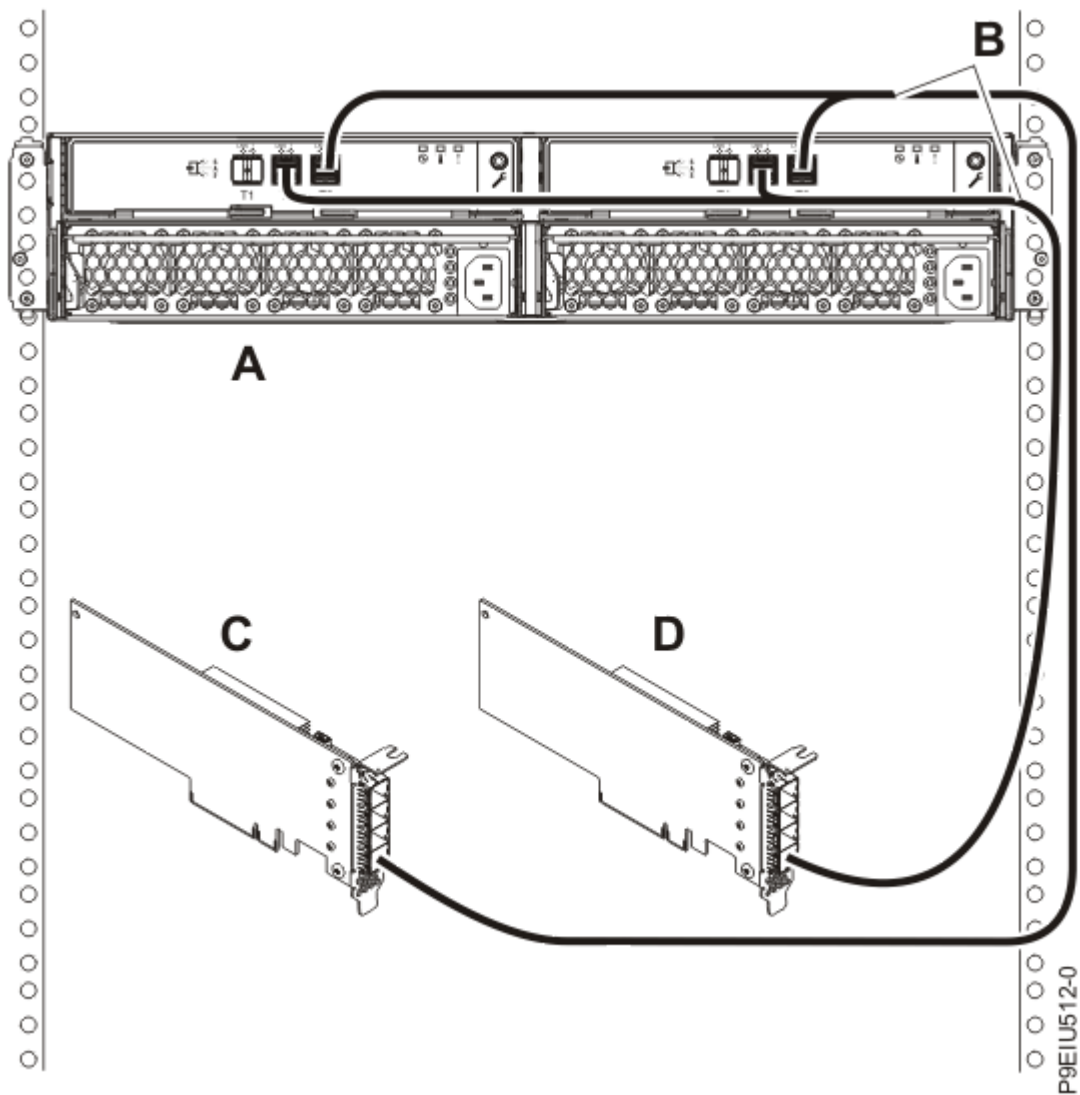

Рисунок 18. Подключение Блок памяти ESLL или ESLS к двум независимым адаптерам SAS FC EJ0J, FC EJ0K или FC EJ0M с помощью кабелей YO12 в режиме 2
18. Подключите один корпус **(A)** к двум независимым адаптерам SAS FC EJ0J, FC EJ0K или FC EJ0M **(C и D)** с помощью кабелей Y012 **(B)** в режиме 2 (см. Рисунок 18 на стр. 24). Затем перейдите к разделу “Подключение кабелей данных, кабелей питания и установка крышек” на стр. 30.